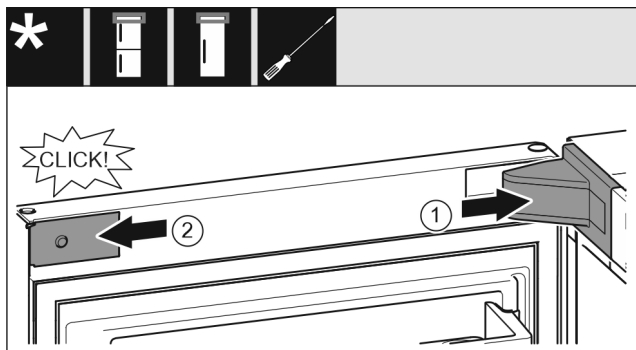

Fig. 24
- ▶ Поставете и фиксирайте капака на лагерната стойка Fig. 24 (1), при нужда внимателно го натиснете настрани.
- ▶ Поставете странично капачката Fig. 24 (2) и я фиксирайте.